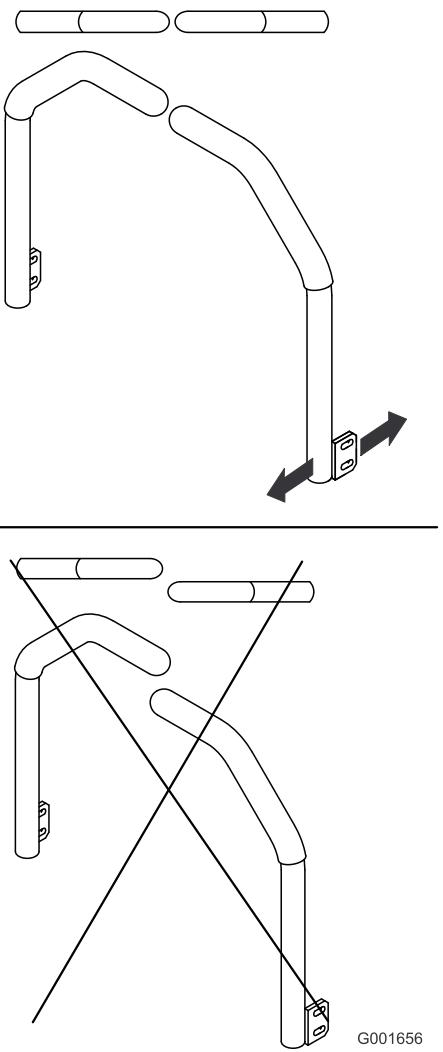

Figura 84
5. Ajuste las palancas de control de forma que queden alineadas entre sí y apriete los pernos para fijar las palancas a los soportes (Figura 84).